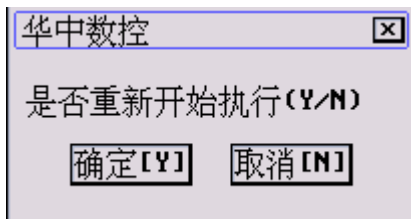

图 6.3.2 自动方式下重新运行程序
- (1) 在程序运行子菜单下，按 **F4** 键，弹出如图 6.3.2 所示对话框；